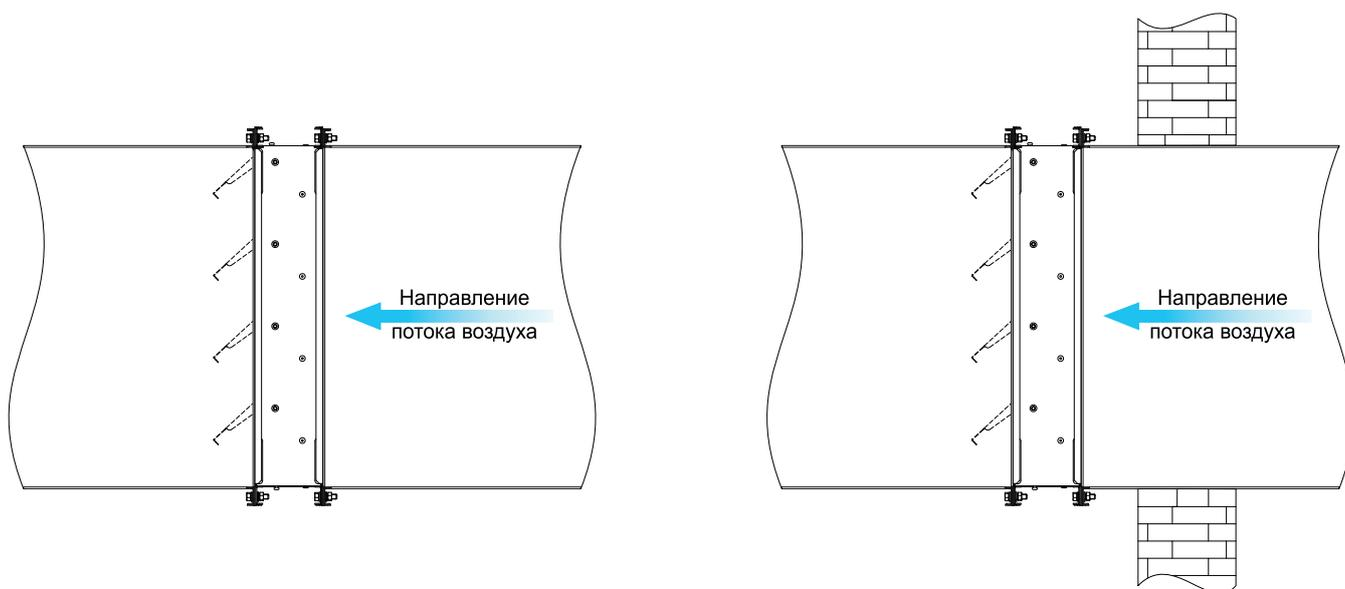

Рисунок 5.5 – Варианты монтажа клапана канального типа
5.9 Для канального типа, закрепите клапан к ответным фланцам воздуховода при помощи болтовых соединений (рисунок 5.5). Стяжные скобы рекомендуется устанавливать на фланцы с длиной стороны более 400 мм, с шагом 200-300 мм. Места соединения фланцев необходимо герметизировать. При монтаже деформация корпуса клапана не допускается.